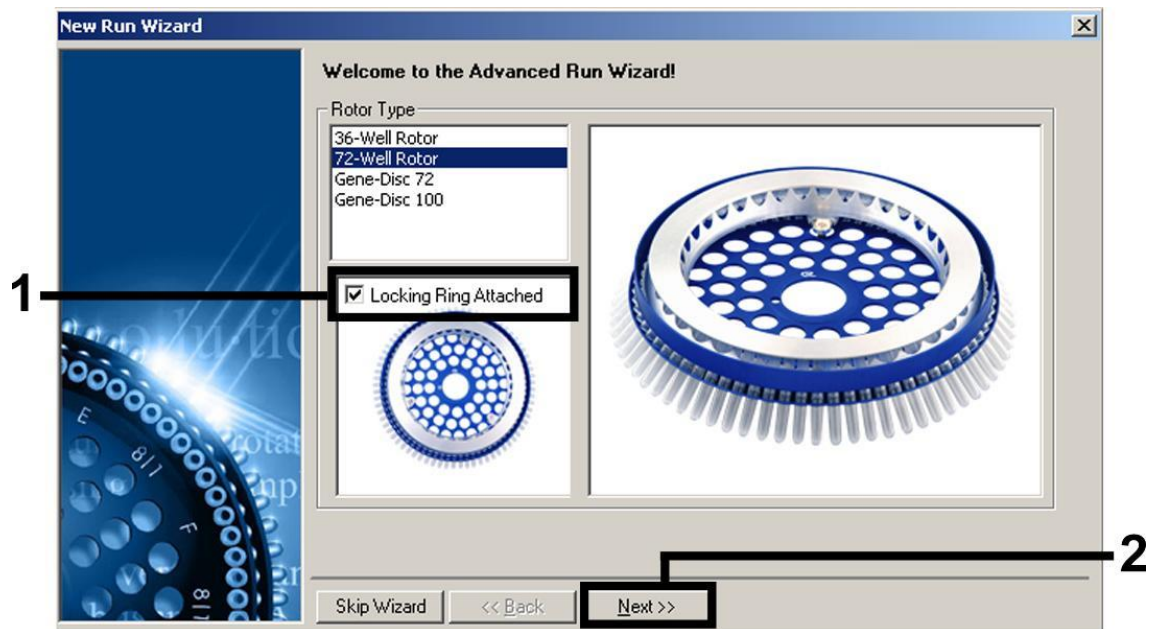

Figure 3. Boîte de dialogue « New Run Wizard ».
Définition des paramètres généraux d'analyse	Figures 3, 4, 5
- Commencer par ouvrir la boîte de dialogue « New Run Wizard » (assistant de lancement d'un nouveau cycle) avec la version « Advanced » (Figure 3). Cocher la case « Locking Ring Attached » (anneau de blocage posé) et cliquer sur « Next » (suivant).